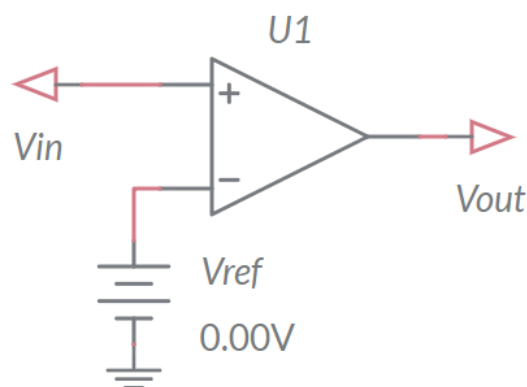
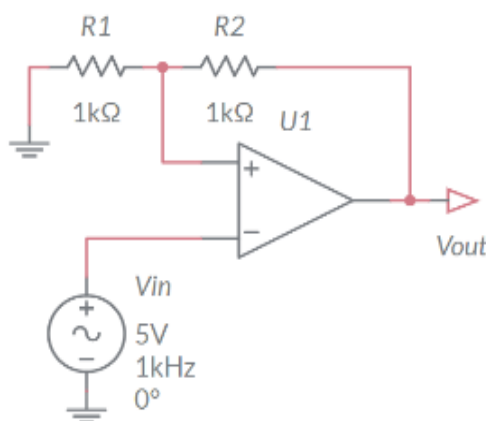

Рисунок 1-2: Схема компаратора на ОУ
Рисунок 1-5: Схема компаратора с гистерезисом
Прежде, чем экспериментировать с реальными схемами мы промоделируем в NI Multisim обе схемы компараторов – с гистерезисом (рисунок 1-5) и без гистерезиса (рисунок 1-2).
9. Замените **Vref** резисторами обратной связи, чтобы ваша схема стала похожа на рисунок 1-5.